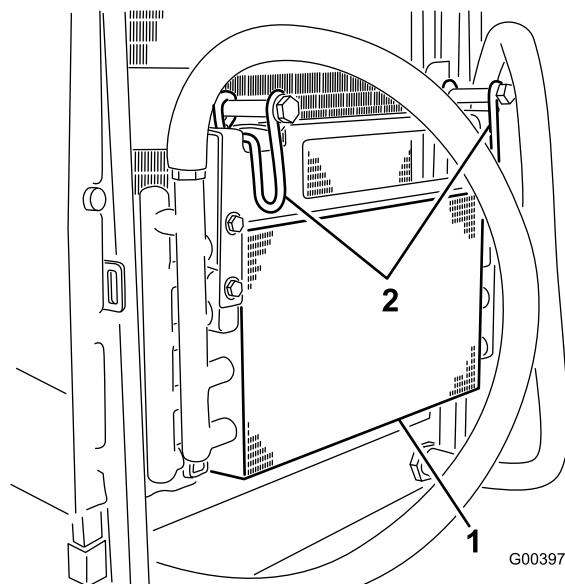

Figura 58
6. Girate il fermo verso l'interno per rilasciare il radiatore dell'olio (Figura 58).